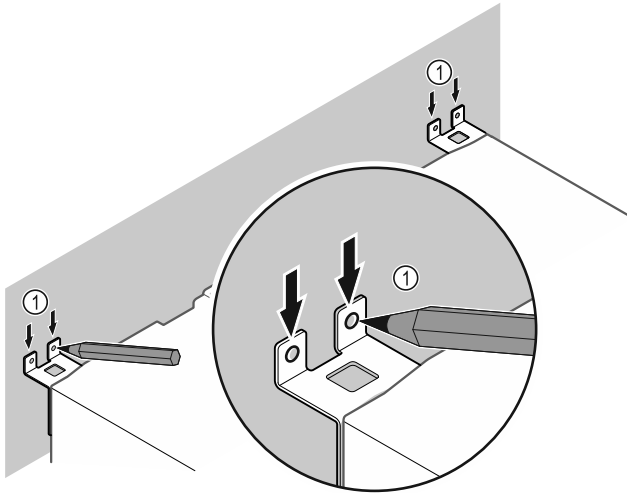

Fig. 10
- ▶ Markierungen an der Wand setzen Fig. 10 (1).